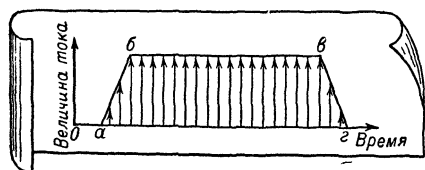

Рис. 10. График постоянного тока.
Во внешнем участке электрической цепи ток течет все время, пока действует элемент, в одном и том же направлении. Такой ток называют п о с т о я н н ы м. Его можно изобразить графически, как показано на рис. 10. Точка перекрещения осей обозначена нулем (0) и является исходной для графического изображения времени и величины тока в цепи.